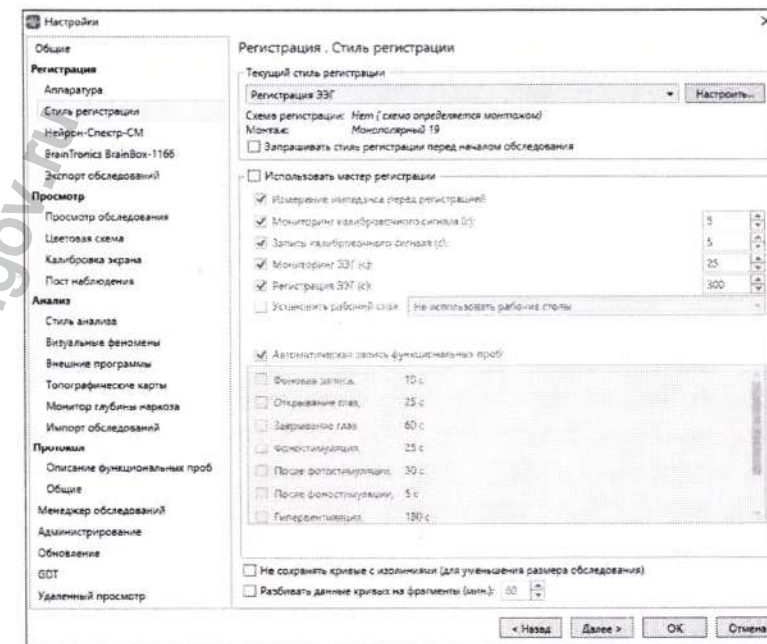

Рис. 10. Настройки стиля регистрации
6. Теперь, когда видеокамера подключена к компьютеру и настроена, ее можно подключить к программе «Нейрон-Спектр.NET». Для этого запустите программу «Нейрон-Спектр.NET», выберите пункт главного меню **Настройки|Изменить....** В окне настроек в разделе «Стиль регистрации» нажмите кнопку «Настроить» (рис. 10).